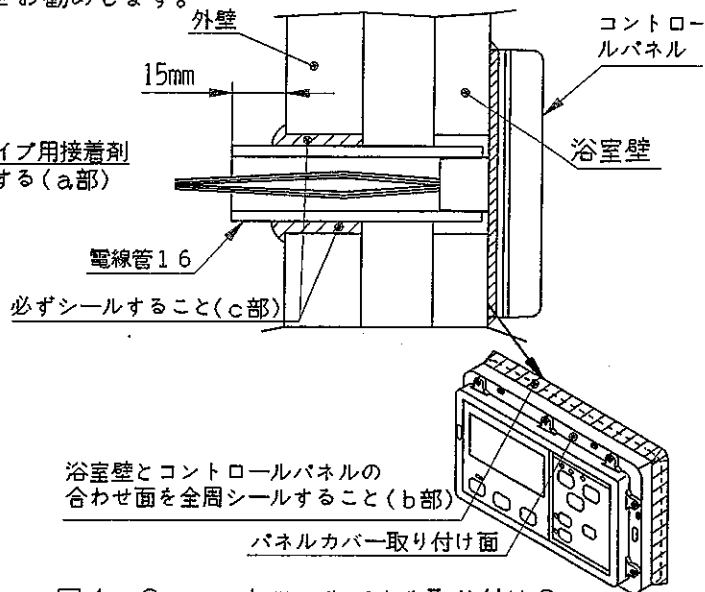

図4-2 コントロールパネル取り付け2
- ⑤ 浴室の壁とコントロールパネルの合わせ面を図のようにシリコン接着シール材でシールする。(図4-2のb部参照)
- ⑥ パネルカバーをもとどおりに取り付ける。
- ⑦ 外壁の穴と電線管16の隙間をシリコン接着シール材でシールする。(図4-2のc部参照)
- ⑧ コントロールパネルの裏側に出ている電線管16が通るようにカバー取付板を壁に固定する。